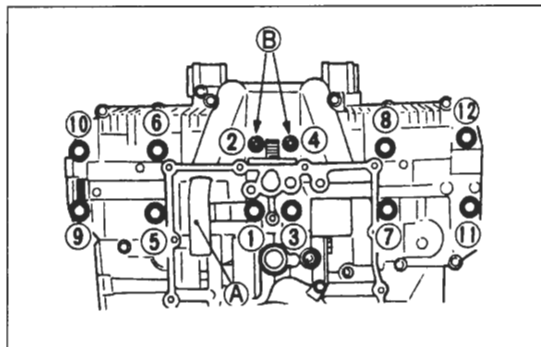

Bild 237
- Zwölf Kurbelwellenlagerschrauben entgegen der in Bild 237 angegebenen Anzugsreihenfolge lösen («B» Bild 237 Innensechskantschrauben).
- Wenn Gehäusehälften satt aufeinander sitzen, Hauptlagerschrauben in der in Bild 237 angegebenen Reihenfolge in drei Durchgängen von innen nach aussen anziehen. Rechte Ölleitung «A» mit Schraube ① befestigen. Schrauben ⑨ und ⑪ mit neuer Kupferdichtung eindrehen.